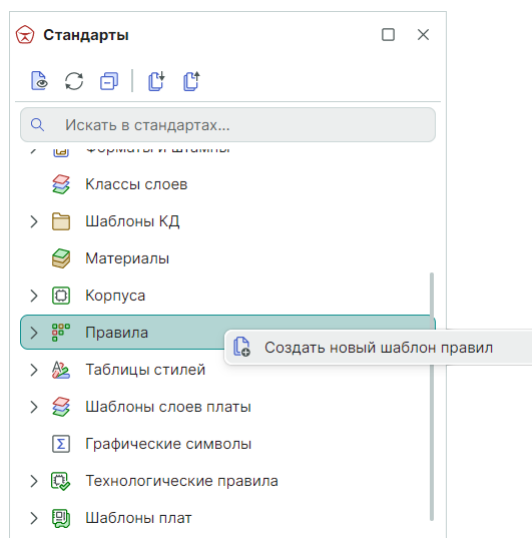

Рис. 120 Создание нового шаблона
1. Вызовите контекстное меню для узла «Правила» и выберите пункт «Создать новый шаблон правил», см. Рис. 120.